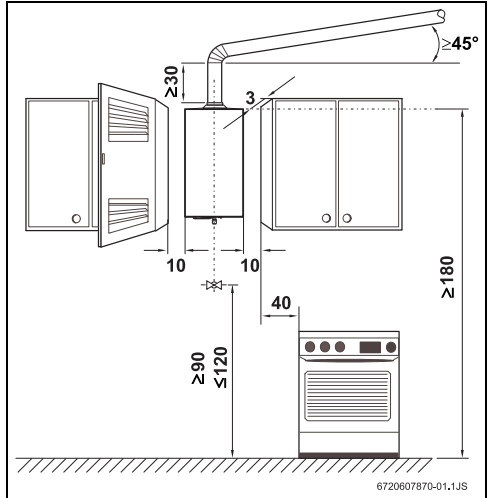

Fig. 9 Separaciones mínimas (en cm)
- Observe las medidas mínimas de instalación indicadas en la Fig. 9.